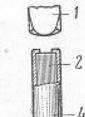

Рис. 48. Правка верхних загнутых краев магазинной коробки:
(I) Разобрать магазин, зажать оправку (приложение 2, рис. 71) в тисках, на-деть на оправку магазинную коробку так, чтобы верхние ее края легли на торец оправки, и выпрямить медным молотком верхние края магазинной коробки (рис. 48).